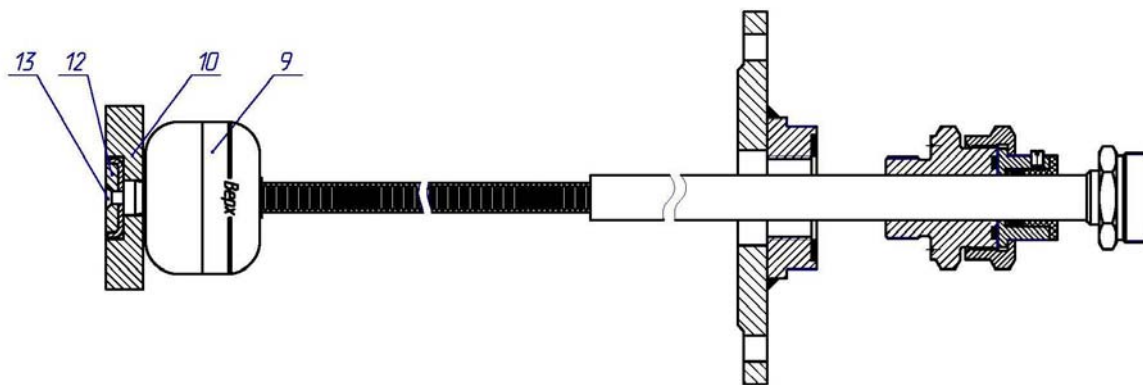
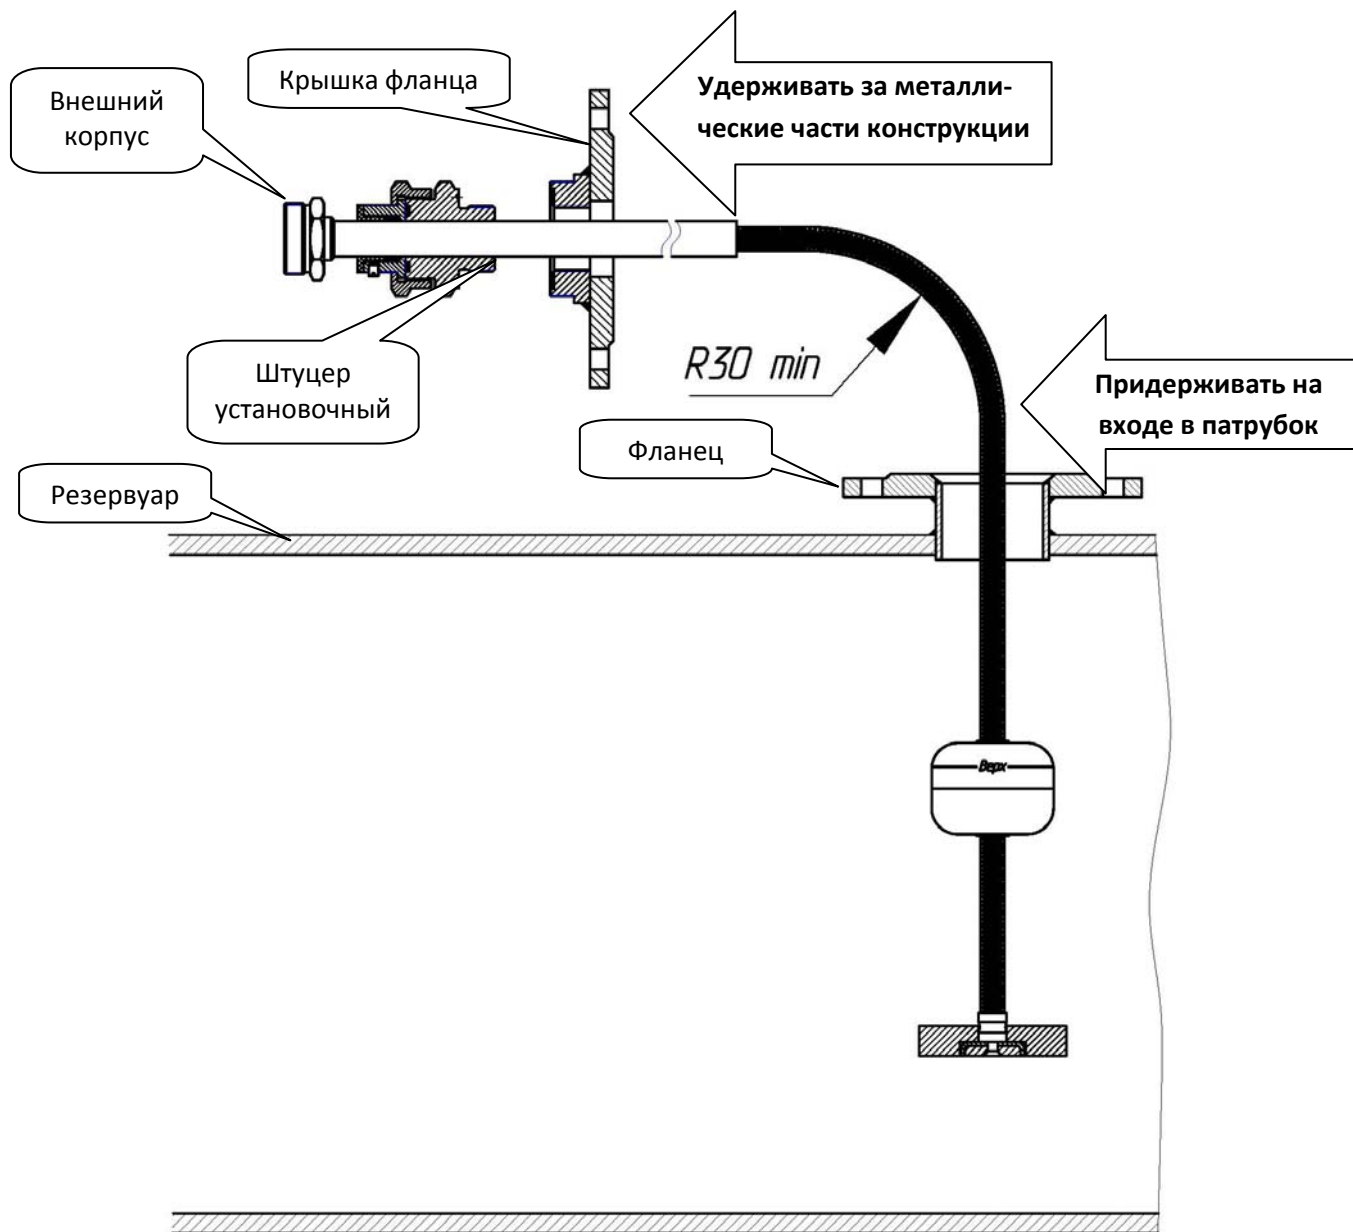

Рисунок 10. Установка поплавков, груза и магнита на внешнем корпусе уровнемера
Рисунок 11. Монтаж внешнего корпуса на резервуар
3.6.4 Установите поплавков (поплавки) (9) на внешний корпус так, чтобы надпись «ВЕРХ» была направлена к штуцеру (рис. 10). Некоторые типы поплавков не имеют маркировки "Вверх". В этом случае их ориентация может быть любой.
3.6.5 Оконцовку внешнего корпуса проденьте в отверстие меньшего диаметра в грузе (10) или (11). Закрепите магнит на внешнем корпусе при помощи винта (13), как показано на рис.10.
3.6.12 Придерживая бухту со скрученным внешним корпусом, аккуратно опустите внешний корпус с поплавком (поплавками) и грузом в монтажный патрубок резервуара до соприкосновения магнита с дном резервуара (в случае применения конструкции на рис. 10), или до момента, когда груз ляжет на дно резервуара (в случае применения груза (11)), см. рис. 11.